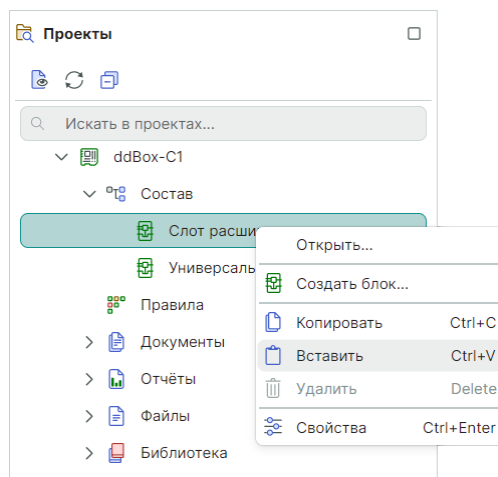

Рис. 265 Вставка блока в тот же проект
2. В текущем проекте в дереве проектов «Проекты» → «Состав» вставьте блок из буфера, см. Рис. 265.